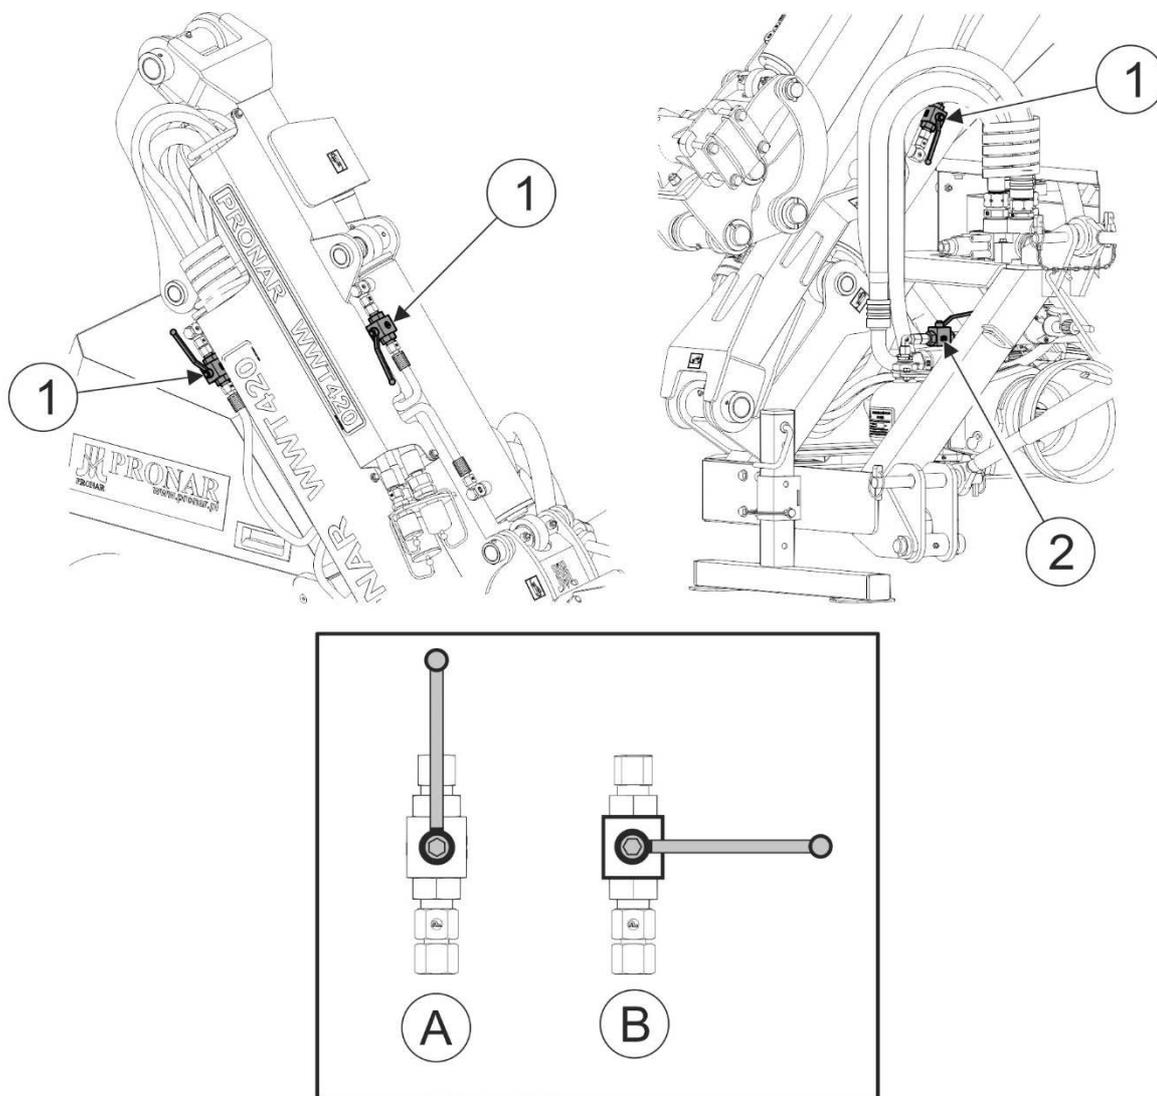

РИСУНОК 4.7 Шаровые клапаны в транспортном положении
(1)- шаровые клапаны гидроцилиндров наклона плечей, (2)- шаровой клапан амортизатора плеча (опция); (A)- клапан ОТКРЫТ; (B)- клапан ЗАКРЫТ.
По окончании перевода плечей стрелы в транспортное положение необходимо перевести предохранительные шаровые клапаны гидроцилиндров и системы амортизации (опция) в положение ЗАКРЫТО (B) (РИСУНОК 4.7).
- установить шаровые клапаны (1) гидроцилиндров в положение ОТКРЫТ (А) (РИСУНОК 4.7);